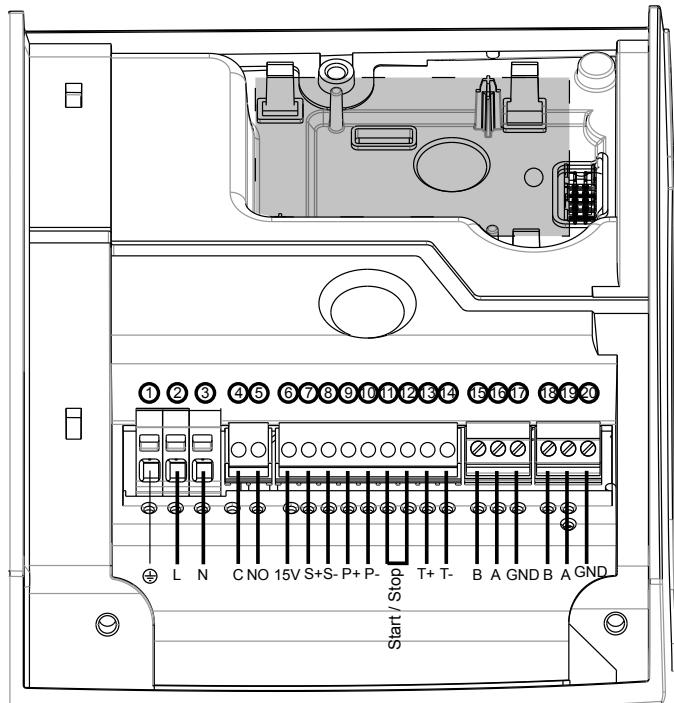

Figure 4 : Schéma de branchements
La pompe peut être démarrée ou arrêtée par un contact sec externe ou un relais qui est connecté aux borniers 11 et 12. La pompe est fournie par défaut avec les borniers 11 et 12 reliés. Vous reporter à la figure 4 de la page 8.
La pompe comporte une entrée analogique 0 à 10 volts aux borniers 7 et 8. Vous reporter aux figures du schéma des borniers pour modifier le point de consigne. Vous reporter à la figure 4 de la page 8.
Un relais de contact à sec est fourni aux borniers 4 et 5. Vous reporter au schéma de connexion, figure 4 à la page 8 pour connaître l'emplacement. S'il y a une panne, le relais de contact se ferme pour afficher un voyant rouge et un code d'erreur sur l'afficheur de l'interface de l'utilisateur. Voir Interface utilisateur (page 8). La fermeture de relais de contact peut servir aussi à énergiser l'affichage de panne à distance.
- Connecter les fils aux terminaux 9 et 10. Vous reporter à la figure 4 de la page 8.
- Sélectionner le modèle de capteur qui correspond et confirmer le choix à l'aide du bouton des paramètres (3). Voir Interface utilisateur (page 1).
- Le point de consigne peut être modifié en utilisant les boutons de réglages (5). Voir Interface utilisateur (page 1).